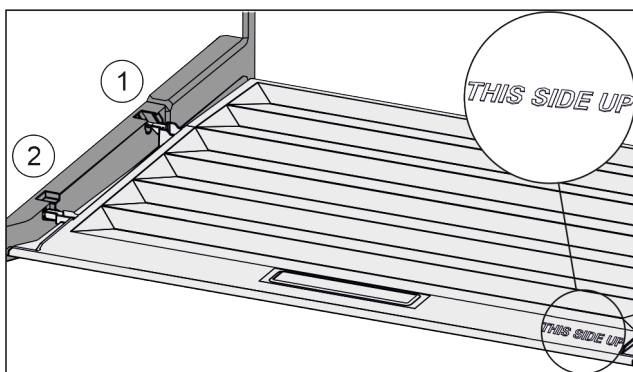

Fig. 98
- ▶ Robova predala vstavite nad odprtino zadnjega držala Fig. 98 (1), spredaj pa ju zataknete v držalo Fig. 98 (2).